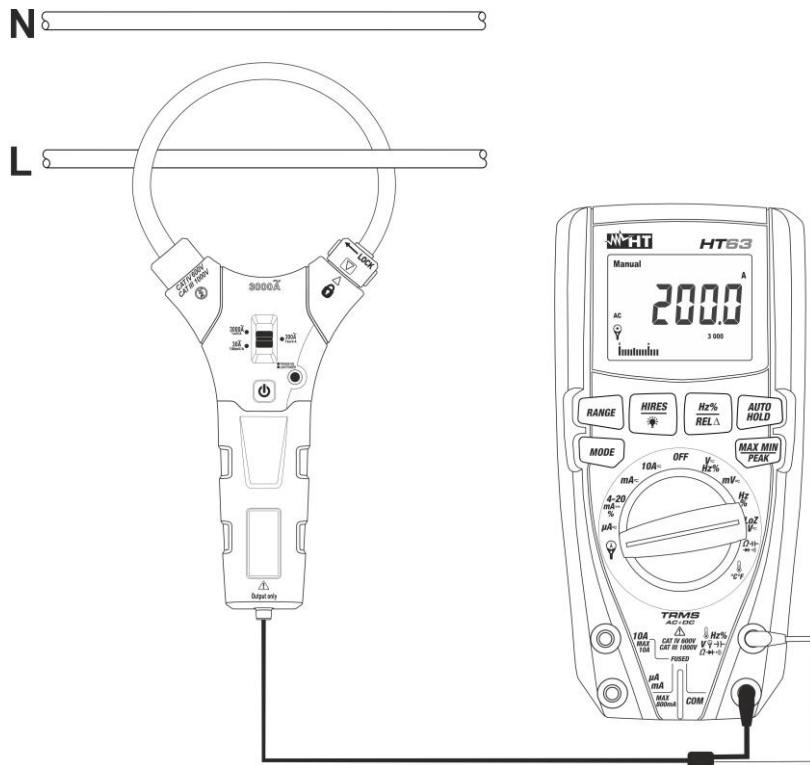

Fig. 12: Uso do instrumento para a medição de Correntes CA/CC c/ transdutor c/ pinça
5. Inserir o cabo no interior do toroide (ver Fig. 12). O valor da corrente é apresentado no display.